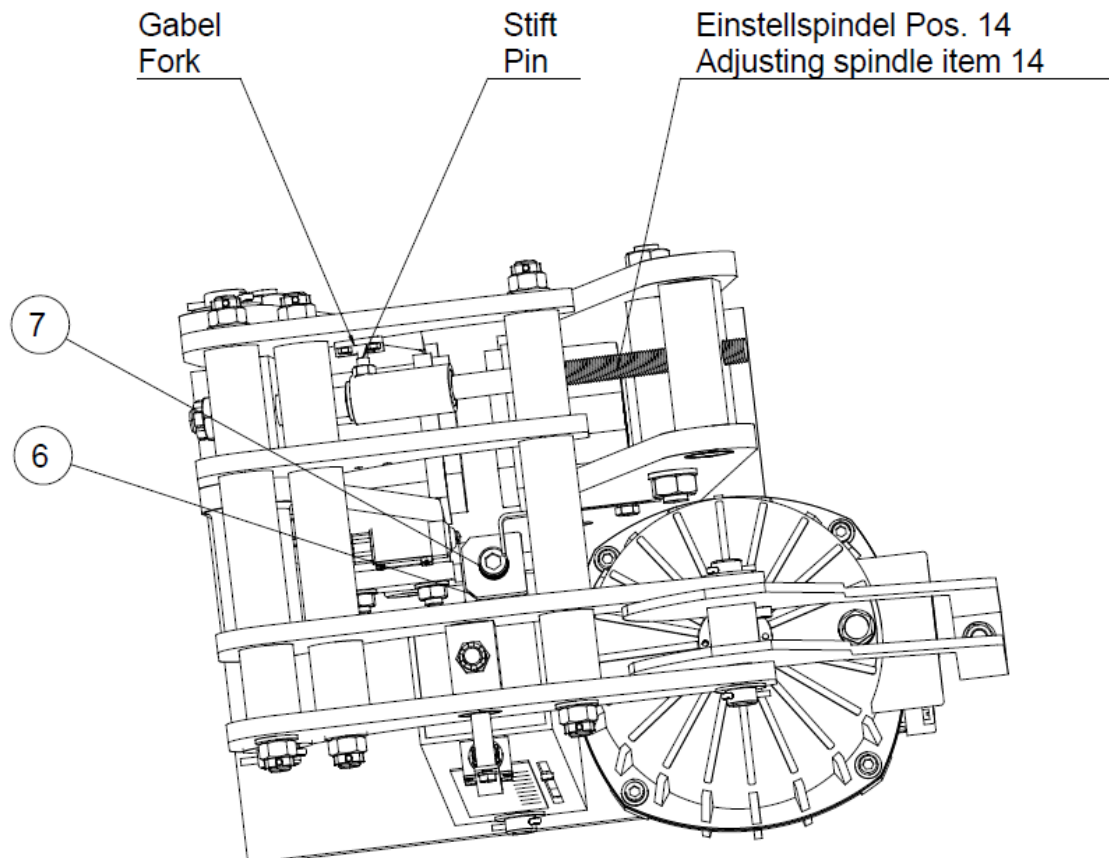

Bild 8.3
Wir unterscheiden zwei Grundtypen, FEM mit manuelle Verschleißnachstellung und FEA mit automatischer Verschleißnachstellung. Wenn die Bremse eine automatische Verschleißnachstellung hat, ist das immer erkennbar durch einen Stift der an der Spindel Pos. 14 nach außen steht siehe Bild 8.3.
- Lösen Sie die Gabel Bild 8.3 die den Stift für die automatische Verschleißnachstellung in Position hält. Die Einstellspindel kann jetzt zurückgedreht werden, damit die neuen Reibbeläge montiert werden können
Die Bremse kann über die Einstellspindel Pos. 14 entspannt werden. Dazu müssen Sie vorher nur bei der FEA Bremse mit automatischer Verschleißnachstellung die Gabel Bild 8.3 entfernen. Wenn die Reibbeläge nicht mehr an der Bremsscheibe anliegen, können Sie die Schrauben, die zur Befestigung der Bremse an dem Maschinengestell dienen, entfernen. Die Bremse kann jetzt von der Anbaufläche entfernt werden.